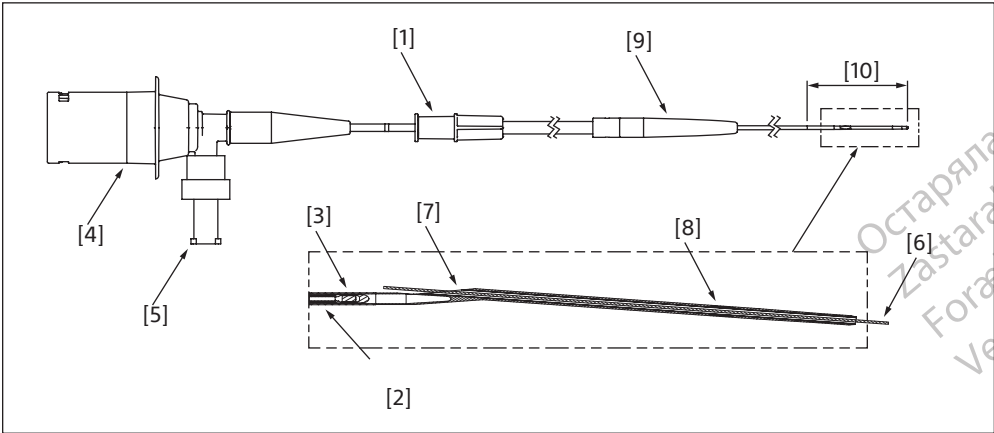

Figura 1. OptiCross HD și OptiCross 6 HD (catetere de imagistică coronariană de 60 MHz)
Corpul cateterului are un lumen distal al ferestrei de imagistică cu o ieșire proximală la o distanță de 1,6 cm față de capătul distal (Figura 1). Un marker radioopac (RO) este încorporat în corpul cateterului la o distanță de 0,5 cm față de vârful distal. În plus, există doi markeri ai adâncimii de introducere situați pe lumenul tijei proximale la 90 cm și respectiv 100 cm față de vârful distal pentru a ajuta la estimarea poziției cateterului în raport cu vârful distal al cateterului de ghidaj. Lumenul tijei proximale este atașat la secțiunea telescopică printr-o conexiune cu protecție mecanică.
Un port de purjare cu valvă de retenție (Figura 1) este utilizat pentru purjarea corpului cateterului pe interior și pentru a-l menține purtat înainte de utilizare, cateterul trebuie purtat cu soluție salină heparinizată; deoarece aceasta asigură mediul de cuplaj acustic necesar pentru imagistica ultrasonică. Valva de retenție cu o singură cale ajută la reținerea soluției saline în cateter în timpul utilizării.